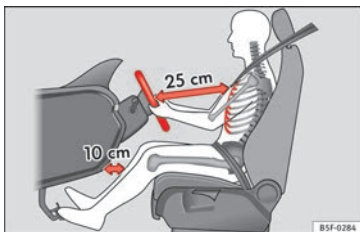

Fig. 55 Distancia correcta entre el conductor y el volante.
- Ajuste el volante de modo que quede una distancia mínima de 25 cm entre el volante y el tórax » **fig. 55.**
- Coloque el asiento del conductor de forma que quede una distancia mínima de 25 cm entre el tórax y el centro del volante » **fig. 55.** Si la distancia es inferior a los 25 cm, el sistema de airbags no puede protegerle correctamente.